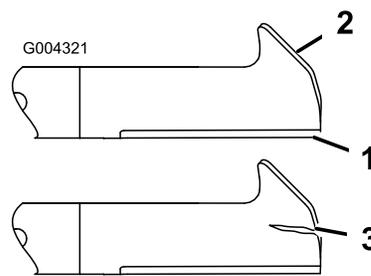

Figura 46
1. Controllate i taglienti (Figura 46). Se i taglienti non sono affilati o presentano intaccature, toglie le lame ed affilatele; vedere Affilatura delle lame.
2. Controllate le lame, in particolare l'area curva (Figura 46). In caso di danni, usura o scanalature nell'area (Figura 46, voce 3) montate immediatamente una nuova lama.